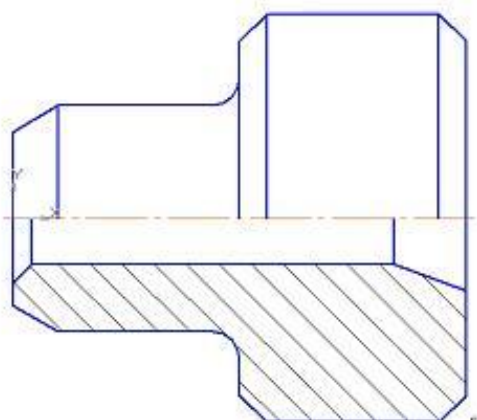

Рис. 76
- Самостоятельно выполните штриховку с параметрами: шаг 5 мм, угол наклона 45° (практическая работа № 3, п.7). Полученное изображение показано на рис. 76.
3. Для выполнения вертикальных линий, рис. 76, сделайте активной команду **Отрезок** на панели **Геометрия**. Проведите вертикальные прямые до осевой линии (глобальная привязка **Пересечение** должна быть включена).